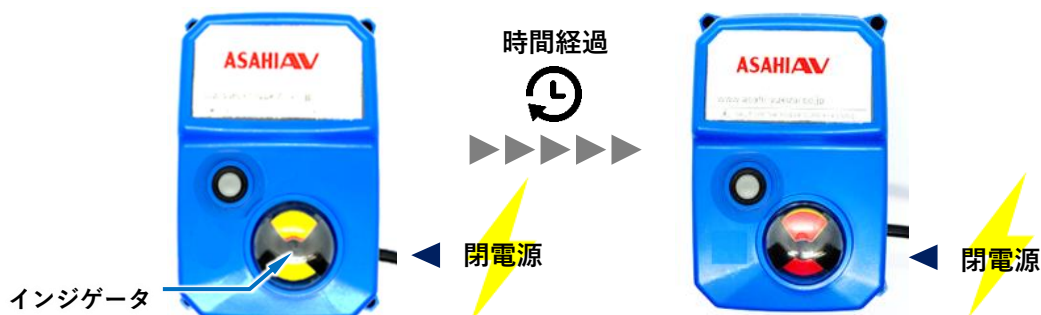

図 7.2-1 閉制御
- ① アクチュエータのインジゲータが『黄色一色』であることを確認します。
- ② 配電盤からアクチュエータへ閉電源(プリーケーブルの青-赤間に電源)を供給します。
- ③ 時間経過後、アクチュエータのインジゲータが『赤色一色』で自動停止することを確認します(図 7.2-1)。